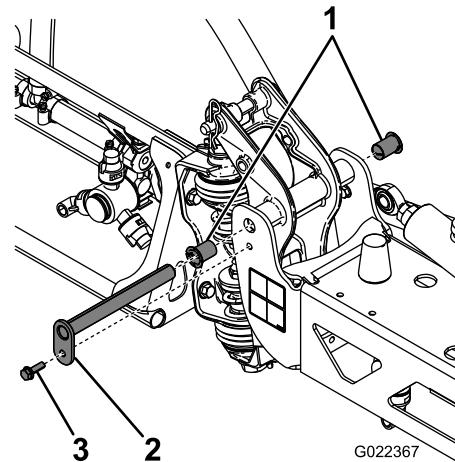

Figura 46
3. Com o peso da rampa suportado, retire o parafuso e porca que seguram o pino de articulação à rampa (Figura 46).
6. Retire e inspecione as buchas de nylon dos lados dianteiro e traseiro do suporte de articulação (Figura 46).
8. Monte a rampa e o apoio da articulação no chassis alinhando as aberturas (Figura 46).